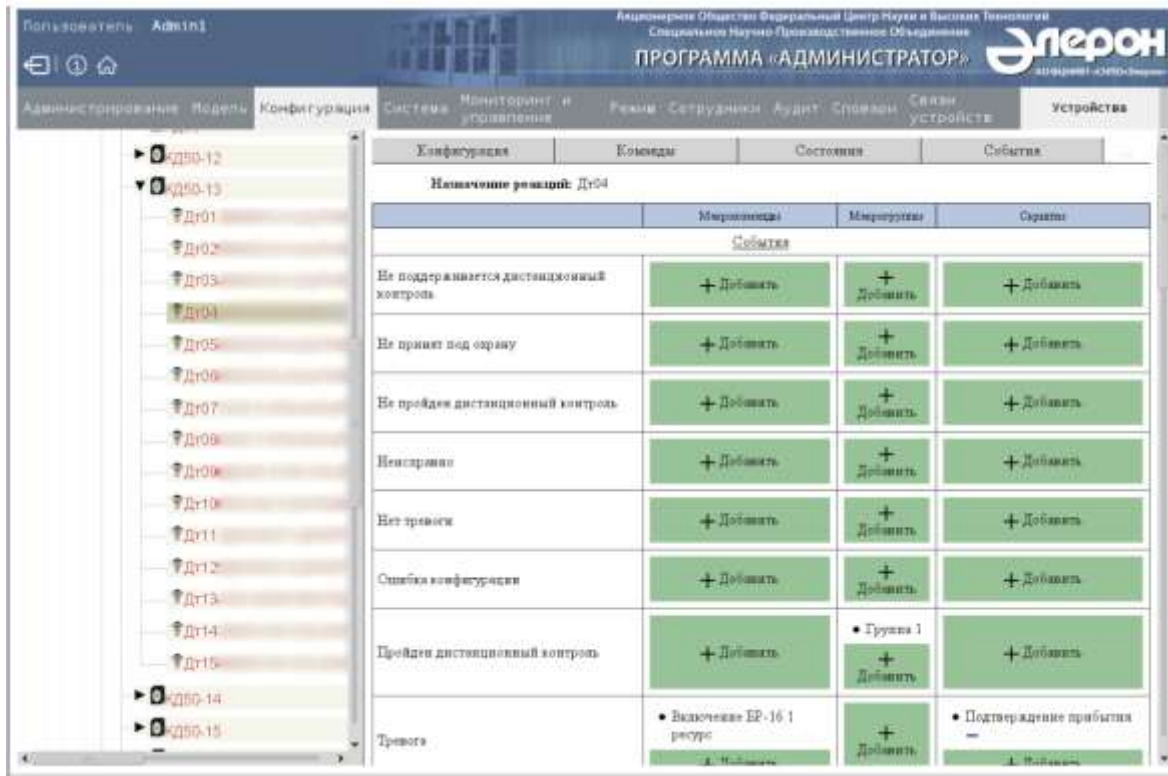

Рис. 78
4) проконтролировать отображение выбранного скрипта в заданной ячейке таблицы назначения реакций (Рис. 78).